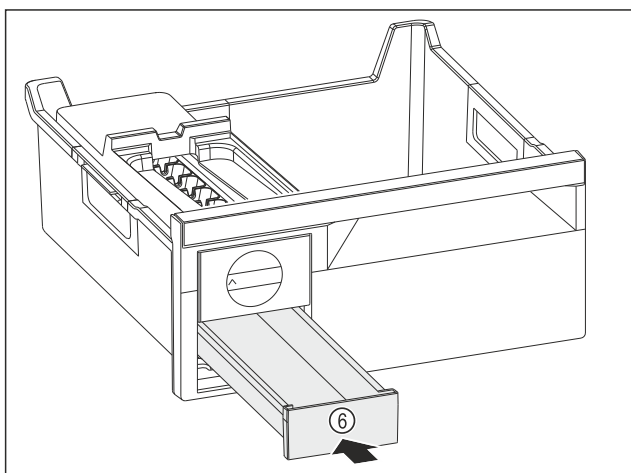

Fig. 92
- ▶ Umetnite Fig. 92 (6) pretinac za kockice leda.